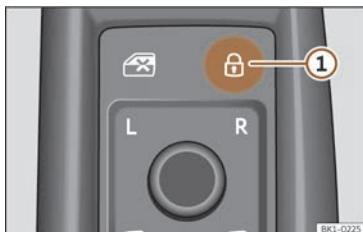

Fig. 74 Sulla porta del conducente: pulsante della chiusura centralizzata.
- Bloccare: premere il tasto >>> **fig. 74.**
- Sbloccare: premere nuovamente il tasto >>> **fig. 74.**